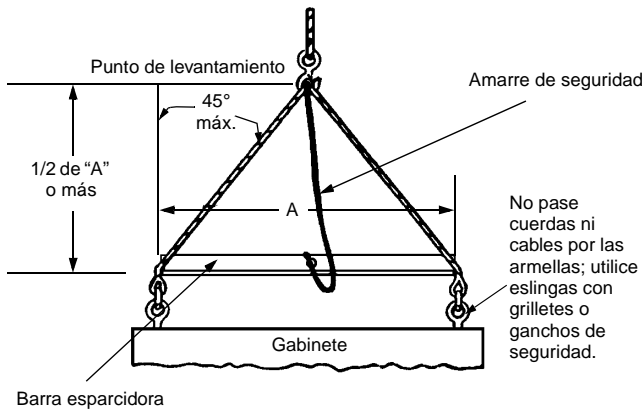

Figura 1: Levantamiento con armellas
Cuando tenga que mover el equipo entre elevaciones sin una plataforma elevadora adecuada o un montacargas, será necesario utilizar una grúa aérea. Las placas de levantamiento y armellas (figura 1) o los conductos, barras angulares o con agujeros para izar (figura 2) pueden ser piezas permanentes o desmontables del equipo. De lo contrario, es posible utilizar cables, cadenas o eslingas de cinta (figura 3) para sujetar el equipo.
- Utilice barras esparcidoras (figura 1) o de extensión (figura 3) para proporcionar la elevación vertical en las armellas y eslingas para izar y evitar aplastar o dañar el gabinete o su acabado. Las barras de levantamiento, en agrupaciones largas,